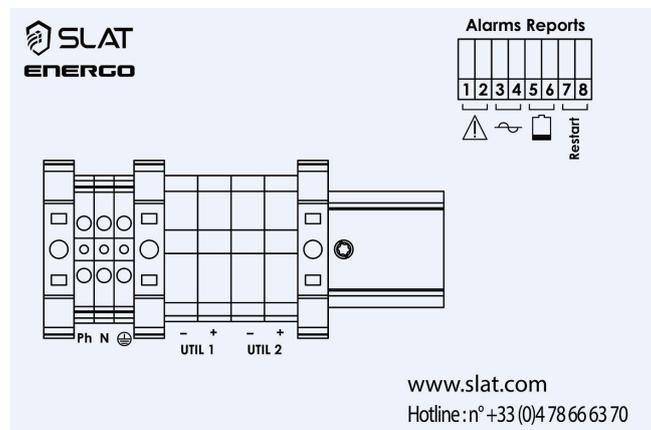

Figure 3: ENERGO model connection terminals, 2 fused user feeders
- Connection is performed through 5 cable gland openings on each side of the bottom of the box (Figure 3).
- Le raccordement s'effectue à travers 5 entrées presse étoupe de chaque côté sur le bas du coffret (Figure 3).